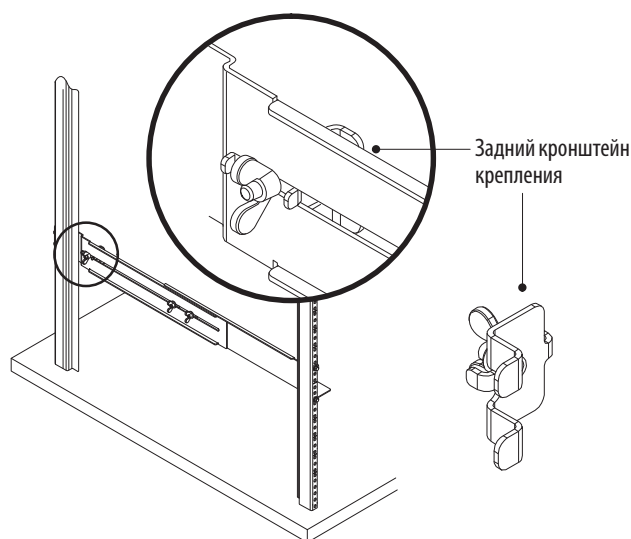

Рисунок 16. Закрепление задней части ЕВМ
12. Присоедините задние кронштейны крепления к направляющей и задвиньте кронштейны в слоты на задней панели ЕВМ (см. рисунок 16).